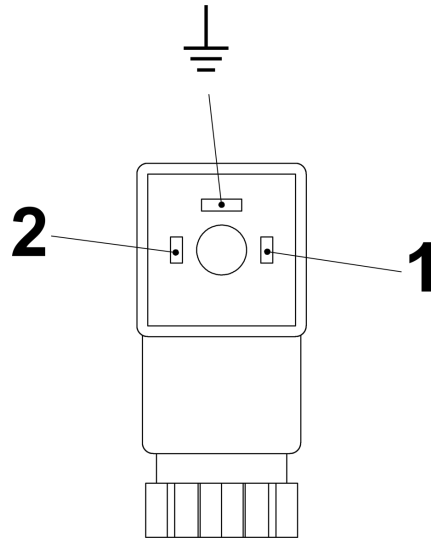

Abb. 24: Verschraubung lösen
4. → Verschraubung ( Abb. 24/01) durch Drehen nach links lösen
8. → Verschraubung ( Abb. 24/01) durch Drehen nach rechts wieder anziehen